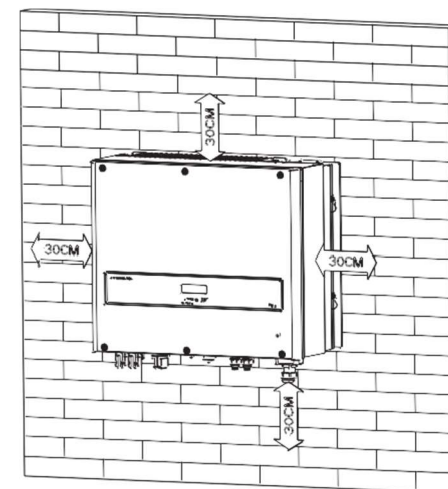

Рис. 5.2
- 2) Выбранное место установки должно соответствовать размерам и требованиям к зазорам инвертора (см. 3.3 Размеры и Рис.5.2 Требования к зазорам).
- 10) Обратите внимание на минимальные зазоры инвертора. (См. 3.3 Размеры и Рис.5.2 Требования к зазорам).